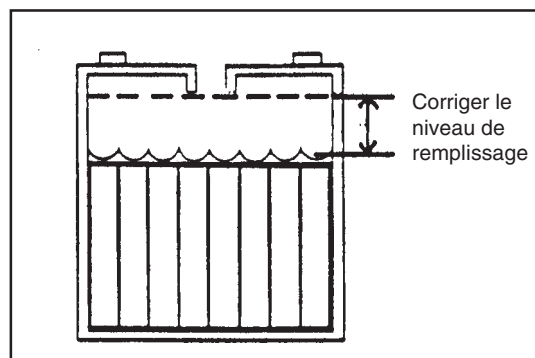

Figure 7
1. Veillez à maintenir en permanence un niveau d'électrolyte suffisant. Le niveau correct se situe entre 1/2 cm en-dessous du fond du tube de chacun des compartiments et au-dessus du sommet des plaques. Vérifiez le niveau d'électrolyte à chaque fois que vous rechargez les batteries. Cf. figure 7.